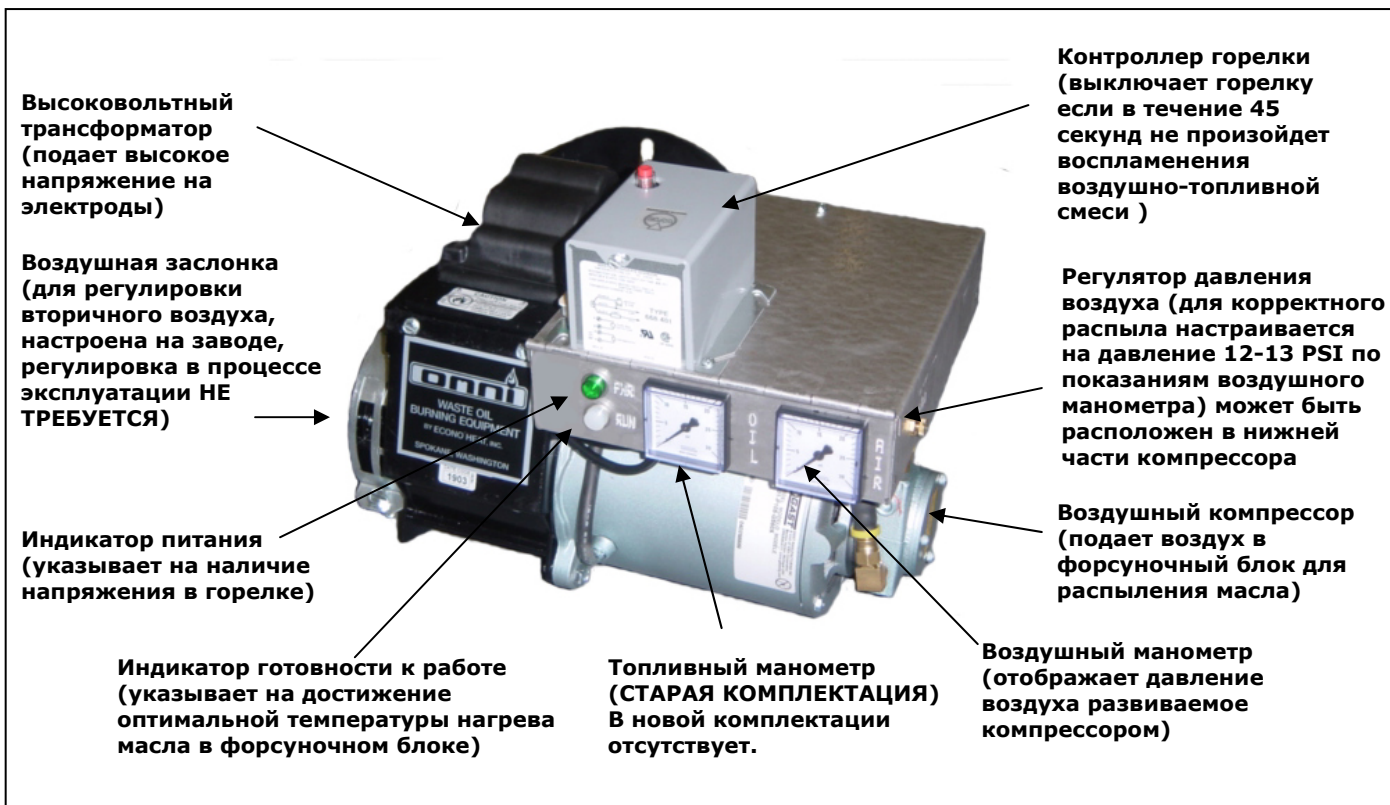

Рис. 1 Горелка в собранном виде
**7.5** Продолжая ожидать, когда насос заполнит маслом топливную линию, отрегулируйте подачу сжатого воздуха, подаваемого компрессором, при помощи регулятора давления воздуха (рис.1) таким образом, чтобы показания на манометре давления воздуха были равны 12 - 13 psi (рис.1)
**7.7** Завершающим этапом регулировки является настройка подачи вторичного воздуха в камеру сгорания при помощи воздушной заслонки (рис.1). Отрегулируйте заслонку вторичного воздуха примерно так, чтобы щели в верхней части были открыты на 13 мм (для горелок большой мощности должны быть полностью открыты) при этом пламя должно быть ярко желтого цвета, слепящее глаз у основания пламени (у самой форсунки). Если пламя **оранжевого** цвета необходимо увеличить подачу вторичного воздуха, сделав щели на заслонке вторичного воздуха еще больше, путем поворота пластины с прорезями по часовой стрелке.